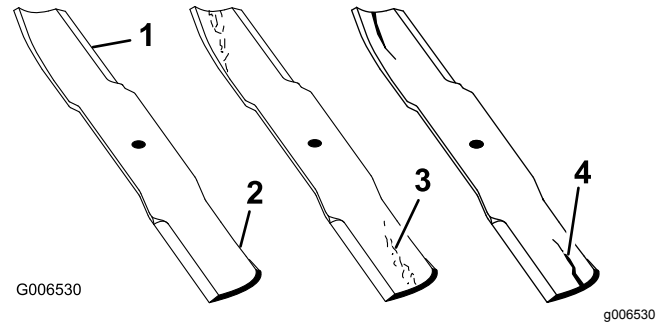

Figura 81
1. Inspeccione los filos de corte (Figura 81).
4. Si observa fisuras, desgaste o la formación de una ranura en esta zona, instale de inmediato una cuchilla nueva (Figura 81).